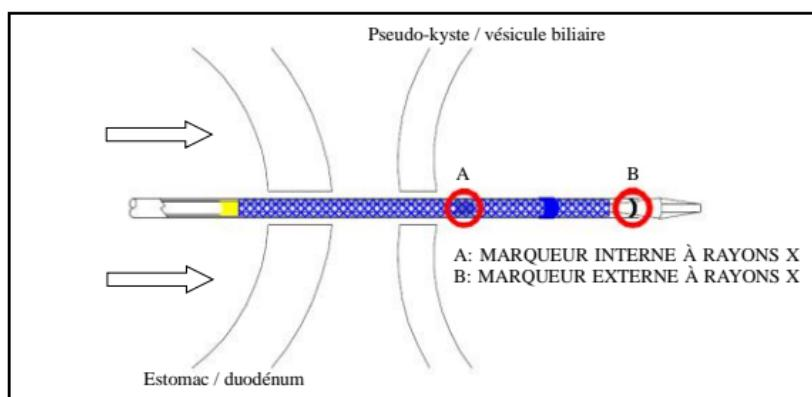

Figure 3
- a) Sous guidage fluoroscopique et endoscopique, positionnez le système de largage muni d'une fonction d'électrocautérisation [HDS-10]. Le marqueur à rayons X interne (« A » dans la Figure 3) doit pouvoir pénétrer la paroi du pseudo-kyste ou de la vésicule biliaire.